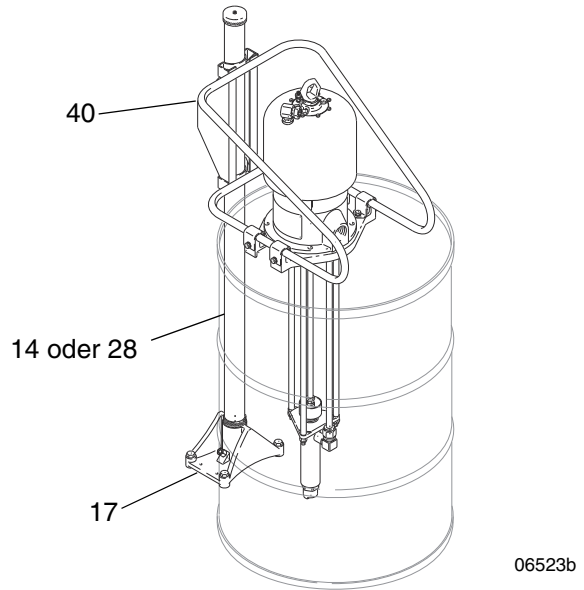
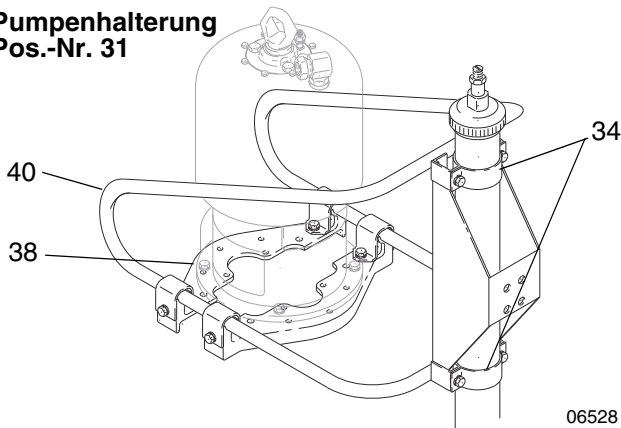

ABB. 1
ABB. 3
Ein offenes Fass gegen den Hebersockel (17) stellen. Den Winkel (40) so oben auf das Fass legen, dass die Aussparungen der Halteklammer (34) dicht am Steigrohr (14 oder 28) des Hebers anliegen. Siehe ABB. 1 und ABB. 3. Das Steigrohr um etwa 6,4 mm anheben, die Klammern (34) anbringen und fest anziehen. Die Pumpenhaltewinkel (38) befestigen.